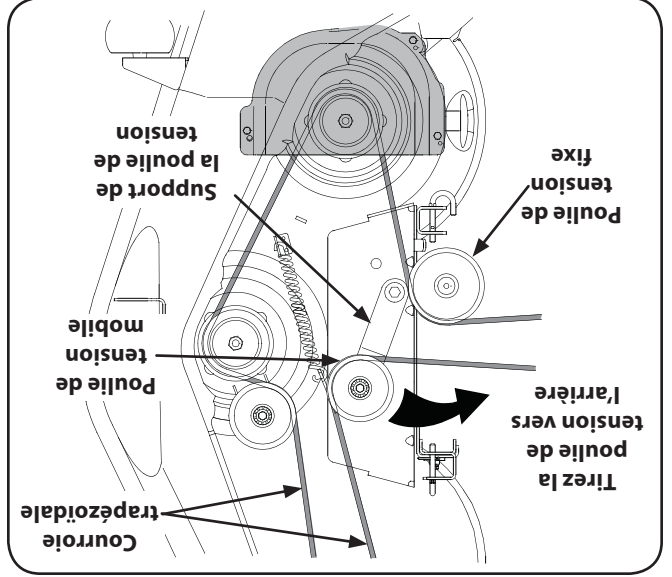

Figure 7-4
2. Vérifiez que la courroie trapézoïdale passe bien sur les poulies à fusée du plateau de coupe et que l'arrière de la courroie est bien appuyé contre les poulies de tension fixe et mobile. Voir la Figure 7-4.
4. Du milieu du tracteur, faites pivoter le support de la poulie de tension et la poulie mobile vers l'arrière contre la tension du ressort et glissez l'arrière de la courroie sur la poulie de tension mobile. Voir la Figure 7-4.
2. Du milieu du tracteur, faites pivoter le support de la poulie de tension et la poulie de tension mobile vers l'arrière pour l'éloigner suffisamment de l'arrière de la courroie trapézoïdale et pouvoir ainsi dégager la courroie de la poulie de tension. Voir la Figure 7-4.